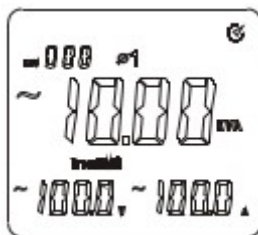

Figura 9-1
- Como muestra la figura 9-1, presione la tecla “SELECT” para elegir la fase 1 para un sistema trifásico de cuatro cables. Se indicará la potencia reactiva, la tensión y corriente de la fase 1, $\phi 1$.